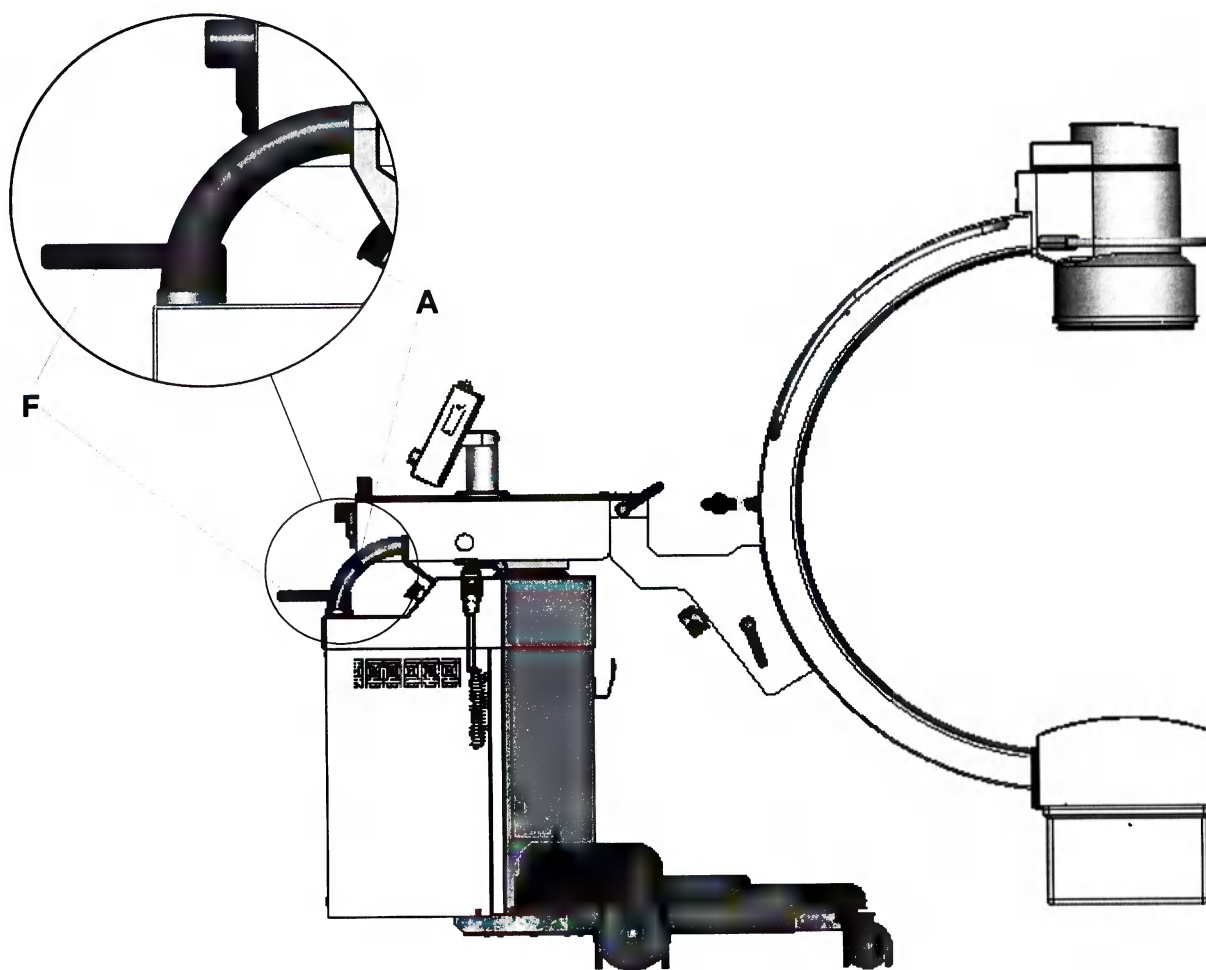

Рисунок 56
8.2.1.6 Для перемещения необходимо освободить тормоз позиции парковки и использовать только рукоятки А (см. рисунок 56).